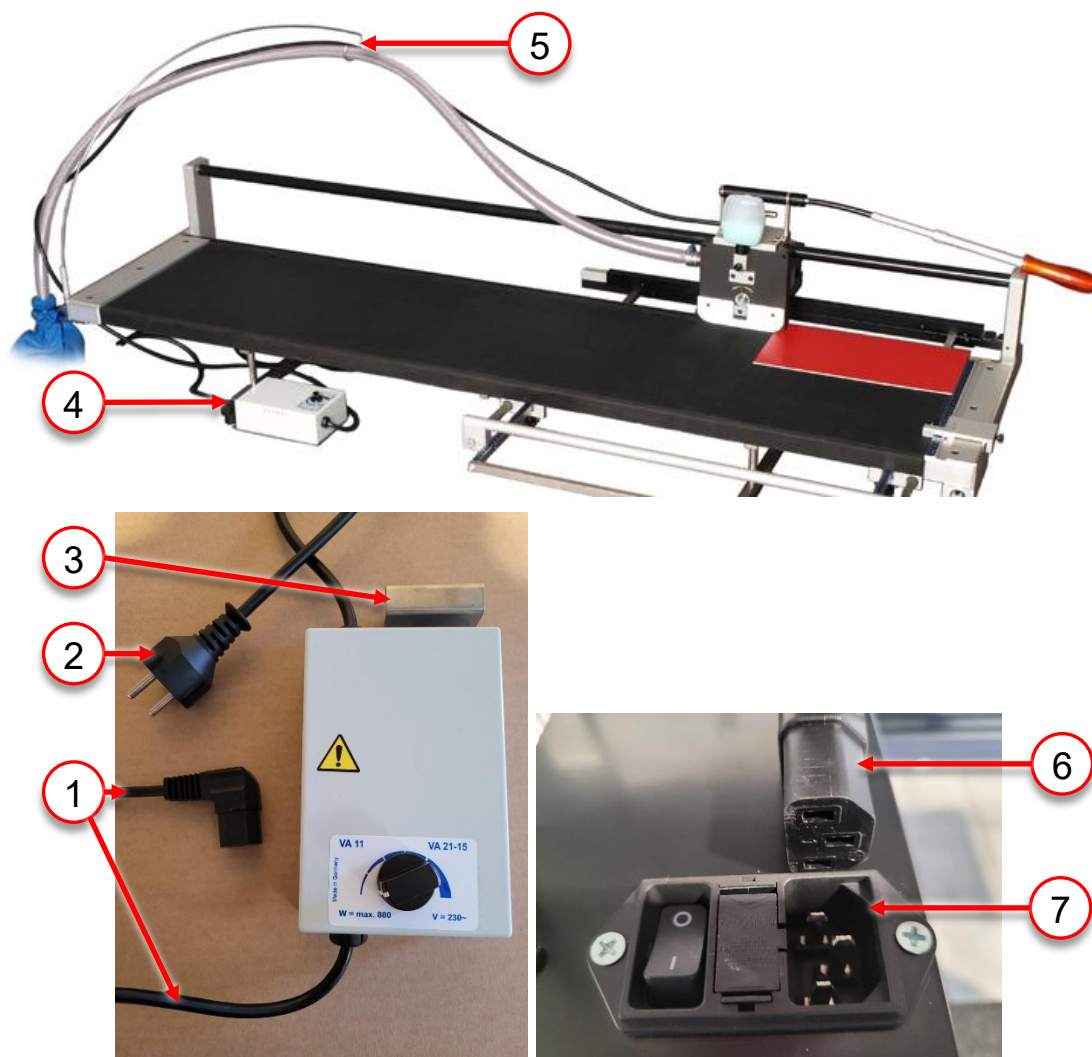

Abbildung 4 Installation
3. Drehzahlregler mit der Halterung (Pos. 3, Abbildung 4) am Fuß der Präzisions-Tischkreissäge (Pos. 4, Abbildung 4) einhängen.
4. Anschlusskabel des Drehzahlreglers (Pos. 1, Abbildung 4) um die Präzisions-Tischkreissäge herum legen und in die Kabelhaltefeder (Pos. 5, Abbildung 4) einhängen.
5. Anschlussstecker des Drehzahlreglers (Pos. 6, Abbildung 4) in die Anschlussbuchse (Pos. 7, Abbildung 4) am Motorgehäuse der Präzisions-Tischkreissäge einstecken.
6. Netzstecker des Drehzahlreglers (Pos. 2, Abbildung 4) in eine Steckdose einstecken.